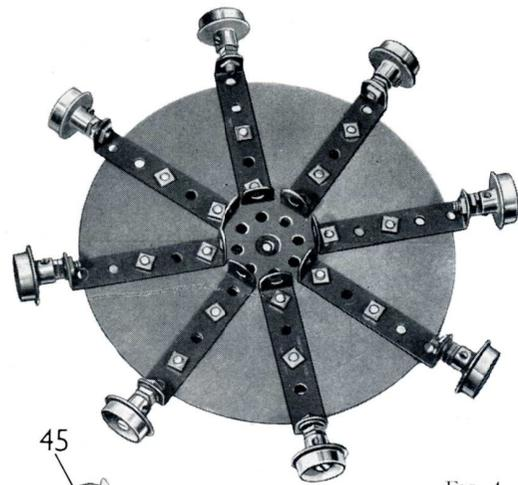

FIG. 4
de 11 trous. Deux bandes de 11 trous (43) sont tenues par des équerres, et deux cornières de 5 trous sont boulonnées sur les bandes. Ces cornières soutiennent une tringle de 5 cm. qui porte deux poulies folles de 25 mm. (44) encadrant une poulie folle de 12 mm. Les essieux du chariot sont des tringles de 16,5 cm. Chaque côté de la moufle est formé par deux plaques flexibles triangulaires de 6×4 cm. boulonnées ensemble. Une bande coudée de 60×12 mm. est fixée au sommet de l'un des côtés, et deux équerres sont fixées sur l'autre côté. Les équerres et les rebords de la bande coudée servent à relier les côtés. Un accouplement pour bandes (fig. 4) est tenu par un boulon de 12 mm. qui tient également un grand crochet lesté placé dans la fente de l'accouplement pour bandes. Deux poulies folles de 25 mm. (45) encadrées chacune par un disque à six trous d'un côté et par un disque à huit trous de l'autre tournent sur un boulon de 19 mm. tenu par un écrou.